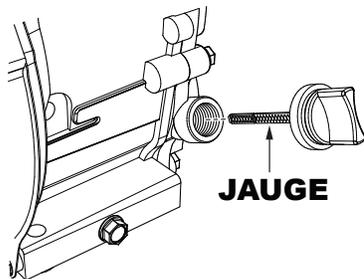

Figure 7. Démontage de la jauge de niveau d'huile du moteur
2. Retirer la jauge de remplissage du trou de remplissage d'huile de moteur (Figure 7) et l'essuyer.